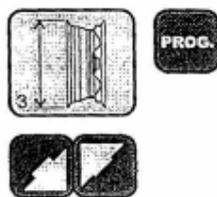

Fig. 3
Para transformar as medidas de diâmetro do aro em milímetros ou polegadas basta manter pressionadas as teclas PROG. (6) e em seguida pressionar uma das teclas (9) de ajuste desta medida (seta para cima ou para baixo). Veja Fig. 3.